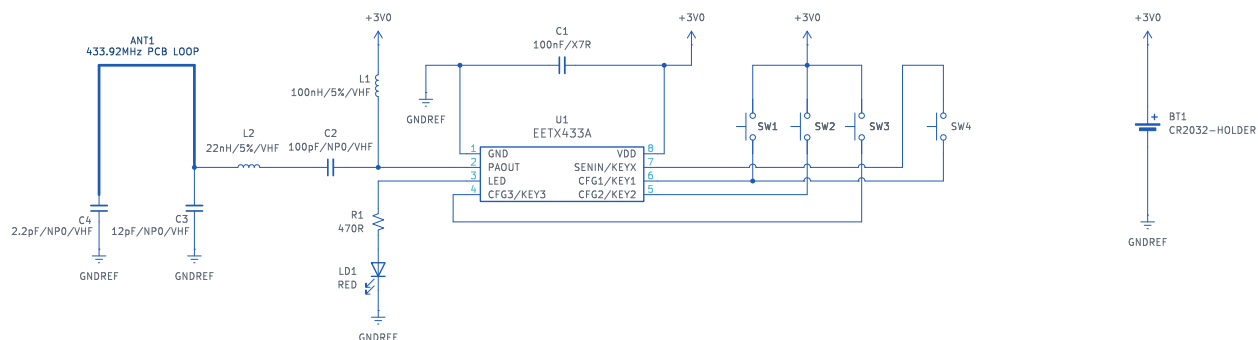
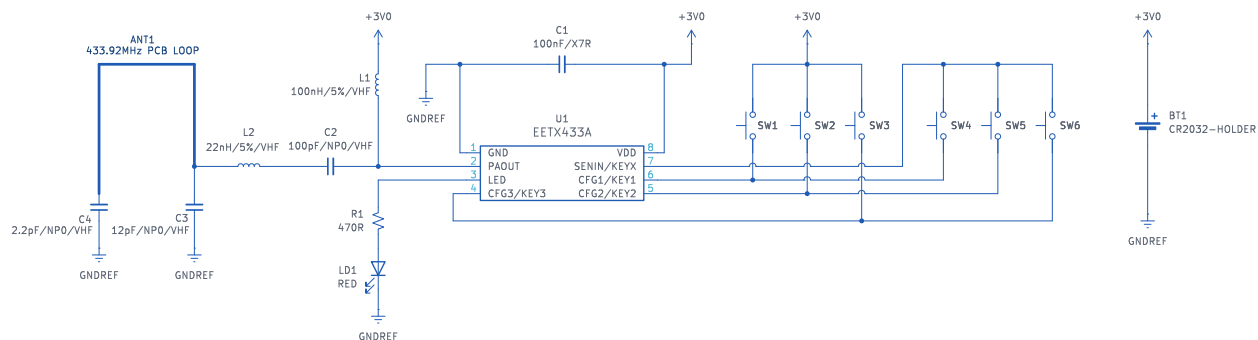

图 4 : 433.92 MHz 典型应用 — 4 按键
图 5 : 433.92 MHz 典型应用 — 6 按键
- 发射器模式 (模式 0) — 上电时 3 个 CFG 引脚保持开路（不连接 VDD/GND）——这就选择了模式 0。IC 作为最多 6 键的键盘工作：最多 3 个按键直连（每个 CFG 引脚一个），第 4、5、6 个按键通过 KEYx 引脚的控制实现（见"按键映射"以及 4 键与 6 键应用电路，图 4 和图 5）。每个按键发送唯一的 4 位数值。
模式 0（发射器）：按下按键时触发发射。最多 3 个按键将 CFG 引脚（CFG1、CFG2 或 CFG3）直接接到 VDD（逻辑 1）；第 4、5、6 个按键使用 KEYx 引脚（SENIN/KEYx）的控制——见“按键映射”与图 4、图 5。按键按下期间持续发射，最小时长 864 ms（16 个数据包），最大时长 5400 ms（100 个数据包）。若用户在 864 ms 之前松开按键，器件仍会完成最小时长。
在模式 0（发射器）下，上电时 CFG1、CFG2 和 CFG3 引脚必须保持开路（不连接到 VDD 或 GND）——这是选择模式 0 的条件。只有 3 个按键可以直连，每个 CFG 引脚一个，按下时将引脚接到 VDD：KEY1 $\rightarrow$ CFG1/KEY1（引脚 6）、KEY2 $\rightarrow$ CFG2/KEY2（引脚 5）、KEY3 $\rightarrow$ CFG3/KEY3（引脚 4）。第 4、5、6 个按键不是直连：它们依赖 KEYx 引脚（SENIN/KEYx）的控制，按照 4 键和 6 键应用电路（见图 4 和图 5）。每个按键发送固定的 4 位数值，见下表：